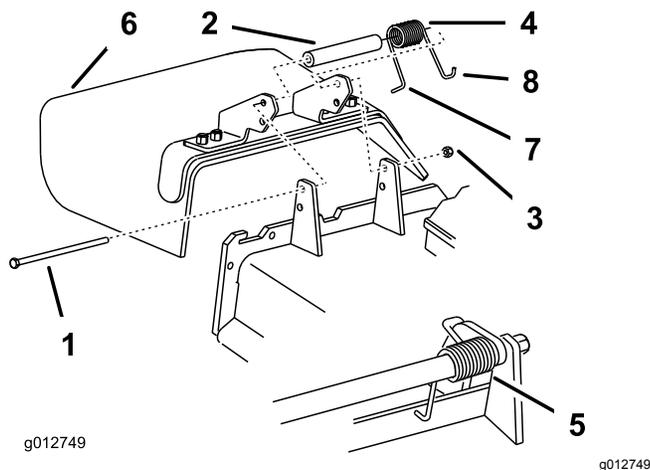

Figura 60
1. Retire la contratuerca, el perno, el muelle y el espaciador que sujetan el deflector a los soportes de pivote (Figura 60).
**Nota:** Asegúrese de colocar el extremo en L del muelle detrás del reborde de la carcasa antes de instalar el perno, según muestra la Figura 60.
3. Instale el perno y la tuerca. Coloque el gancho en J del muelle alrededor del deflector de hierba (Figura 60).